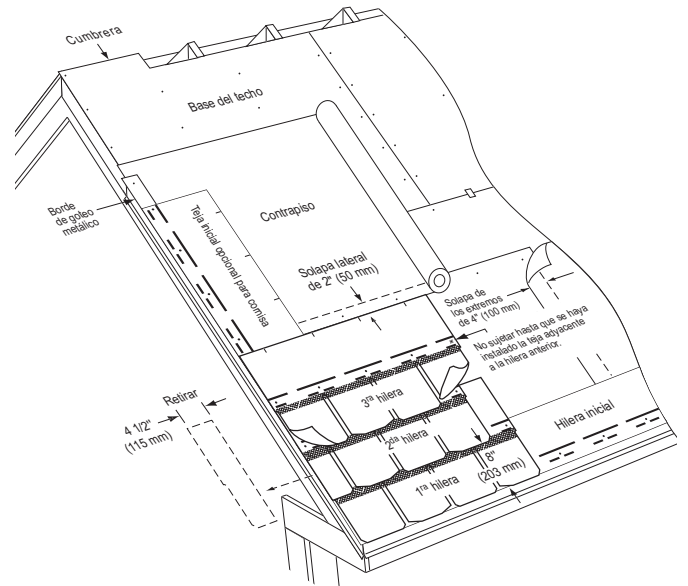

Figura 17-6: Aplicación de las primeras tres hileras en una pendiente estándar
- 1ª HILERA:** (Figura 17-6). Coloque una teja Highland Slate entera en la esquina inferior izquierda del techo, al ras de la esquina izquierda de la hilera inicial. Sujete con 5 clavos.
- 2ª HILERA:** (Figura 17-6). Recorte  $4\frac{1}{2}$ " (115 mm) del extremo izquierdo de una teja entera y coloque la porción restante de  $33\frac{1}{2}$ " (850.9 mm) sobre el extremo izquierdo de la 1ª hilera. Sujete con 5 clavos y asegure una exposición de 8" (203 mm).
**HILERA SUCESIVAS:** Comience la instalación de la 3ª hilera con una teja entera. Sujete con 4 clavos, **dejando el extremo derecho sin sujetar por ahora**. (Figura 17-6). Comience la 4ª hilera recortando  $4\frac{1}{2}$ " (115 mm) del extremo izquierdo de la teja. (Figura 17-7, A). Sujete con 5 clavos. Para comenzar la colocación de las hileras sucesivas, alterne tejas enteras (36" (915 mm)) y tejas cortadas ( $31\frac{1}{2}$ " (800 mm)) hacia arriba por la cornisa, sujetando como se describió anteriormente. (Figura 17-7, A).